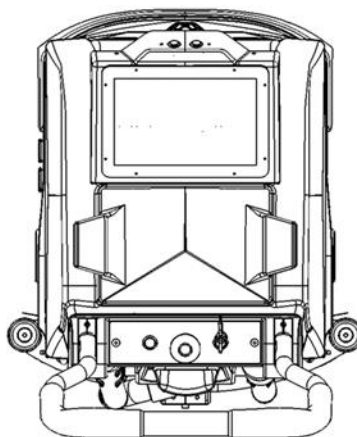

Fig. 3
5. **Controleer of het afvalwaterluik gesloten is:** (Fig. 3).